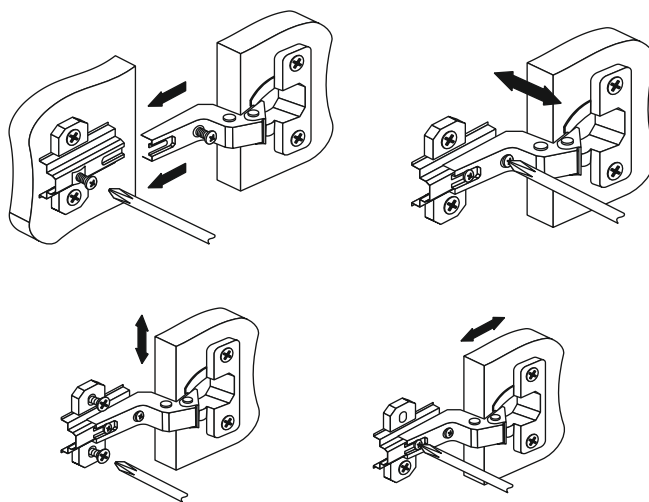

Рис.2
5. Установите и отрегулируйте створки (рис.2)